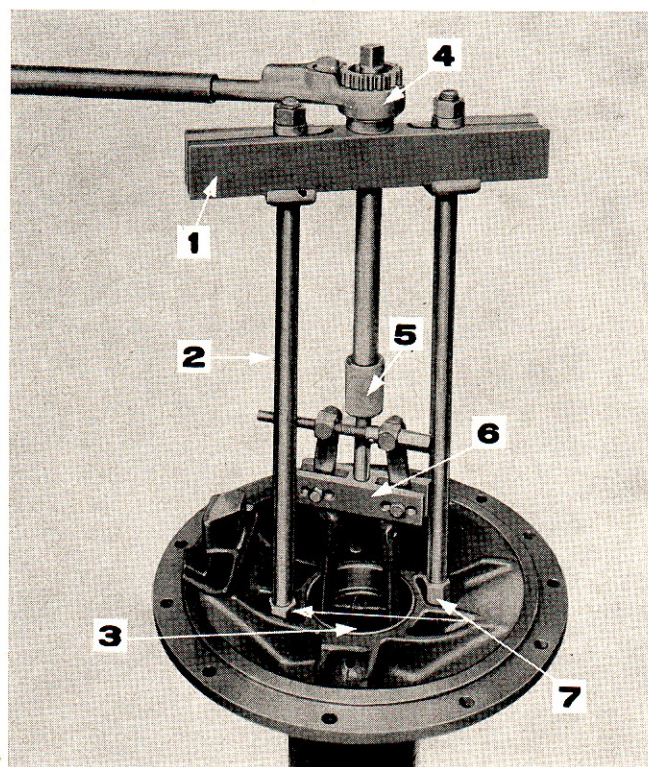

Figure 20: Dépose d'une cuvette de roulement de différentiel
4. Si le remplacement de la cuvette de roulement dans la trompette droite ou gauche s'avère nécessaire, utiliser les outils nos P61, 930-B1, FT-943, 943-10 et 938 pour extraire la cuvette (Figure 20). Pour utiliser ces outils, il convient de déposer la trompette et de séparer l'arbre de roue du carter de pont (Opérer comme indiqué à la Section 3A, opérations 1 et 2, "Démontage de l'arbre de roue").